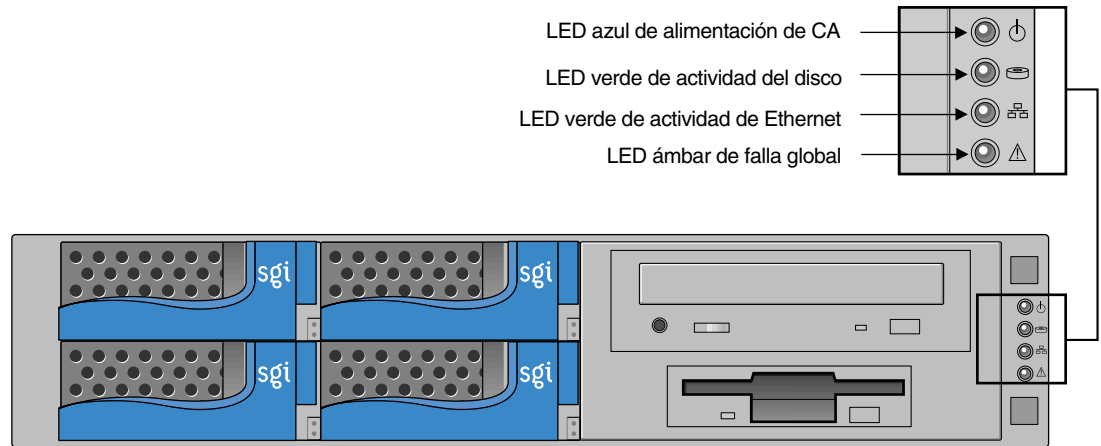

Figura 1 Vista frontal del servidor SGI 1200 sin la cubierta
3. Retire la tarjeta de protección (si está presente) de la unidad de disquetes. La Figura 1 muestra la ubicación de las unidades en la parte frontal del servidor (sin la cubierta de plástico).
Verifique que el indicador LED de encendido (ilustrado en la Figura 1 en la página 33) que se encuentra en el panel frontal esté iluminado. En la publicación *Guía del usuario* del servidor se describen en detalle estos indicadores LED.